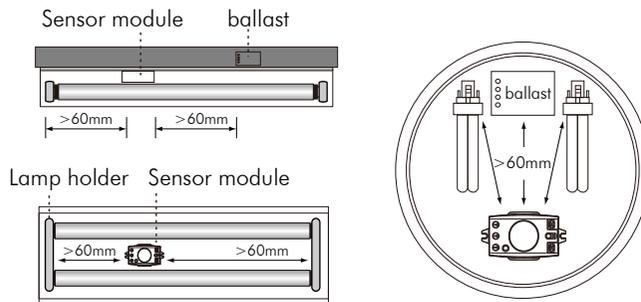

FIG.1
2.6 Vérifier que le module capteur soit installé à au moins 60 mm du ballast, du lampadaire ou de l'ampoule à filament (voir Fig. 1).
Vous trouverez ci-dessous quelques exemples de pose de différents modèles d'appliques, donnés à titre d'exemples. Vérifier que le module capteur soit installé à au moins 60 mm du ballast, du lampadaire ou de l'ampoule à filament (voir Fig. 1).
-Logement de lampe fluorescente à ballast (voir fig. 1)